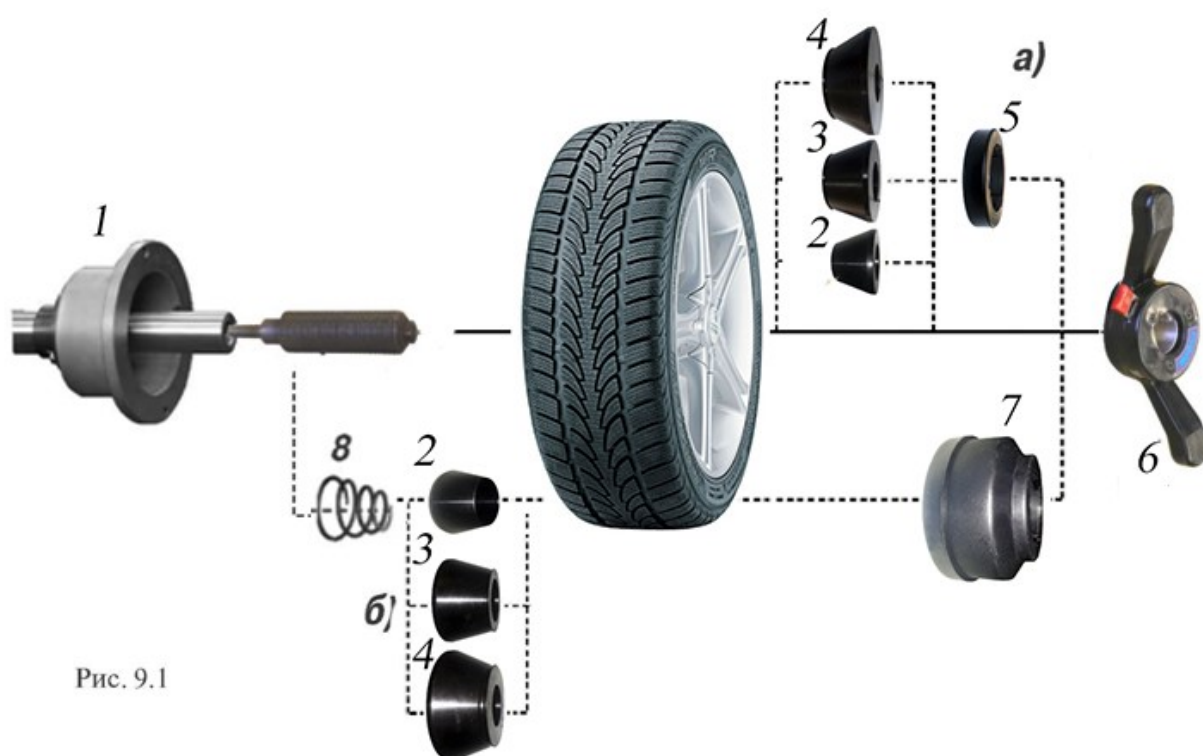

Рис. 9.1
9.2. Колеса легковых автомобилей и легких грузовиков типа "Газель" закрепляются на валу СБ за центральное отверстие обода с помощью конусов и гайки. В зависимости от кон фигурации обода конус может быть установлен как с внешней стороны обода (вариант "а"), так и с внутренней (вариант "б") (см. рис. 9.1)